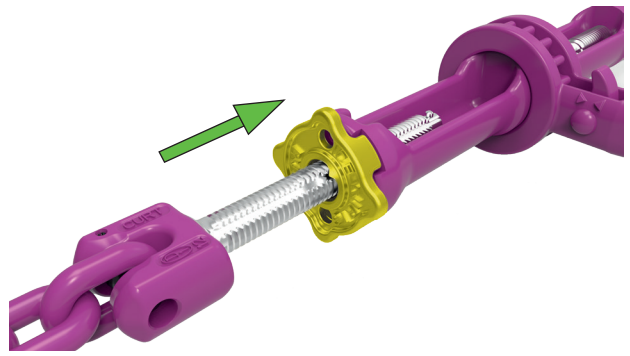

Fig. 6: Fermer la rondelle de blocage
- Après un ajustement de précision, déplacez la rondelle de blocage en direction du tube de support. La rondelle de blocage doit s'emboîter totalement et facilement dans le **profil cruciforme** du tube de support (Fig. 6).